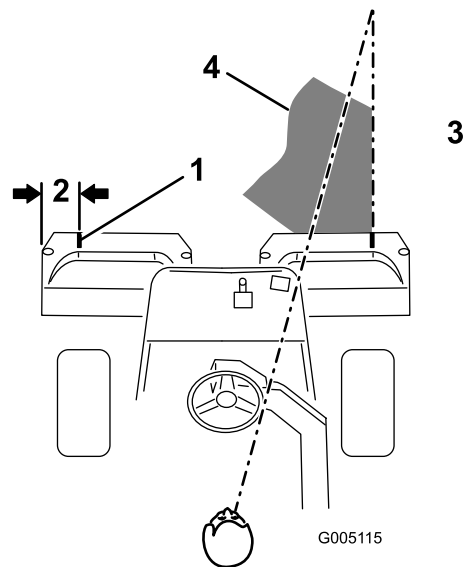
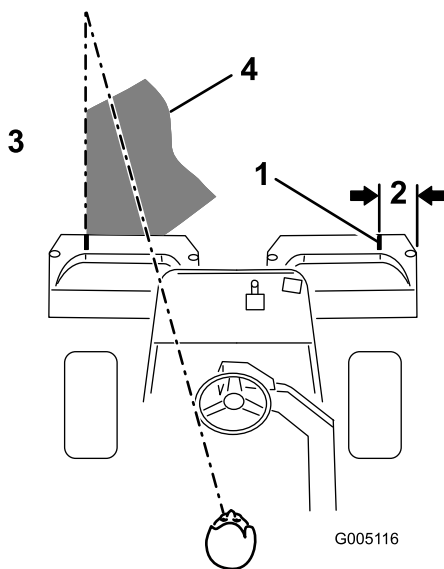

図 29
図 30
2. その位置に白色テープか白ペンキで集草箱の縁と平行に目印を入れる 図 29。
んでいる列にラインを合わせるようにするのがコツです(図 29 および 図 30)。ハンドルを目印にして距離を合わせても良いでしょう。その場合、ハンドルの縁と本機前方の目標ラインとを重ねて見ながら運転します(図 29 と 図 30)。